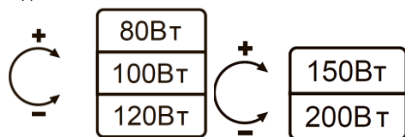

Рисунок 6. Регулировка мощности светильника.
- На корпусе отсека блока питания находится регулятор и переключатель мощности (см. рисунок 6). Для переключения мощности светильника переведите переключатель в нужное положение. Для более плавной подстройки мощности при помощи крестовой отвертки отрегулируйте потребляемую мощность светильника – контролируйте потребляемую мощность светильника из сети измерителем мощности.